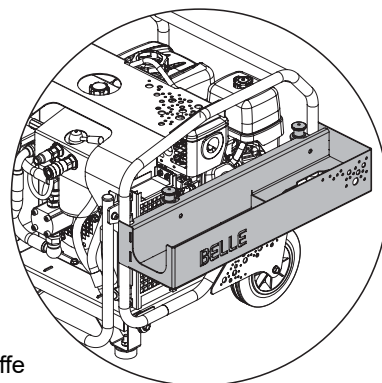

Abb. 4
5. Schwenken Sie den Werkzeugträger nach oben bis sich beide Plunger über den Öffnungen oben auf dem installierten Seitenschutz befinden. Geben Sie die Plunger-Griffe frei, um die Baugruppe an ihrem Platz zu arretieren (**siehe Abb. 4**).